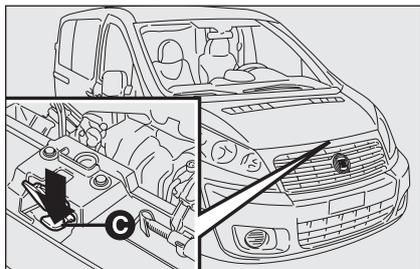

fig. 106
- presione en la palanca **C**-fig. 106 del capó;